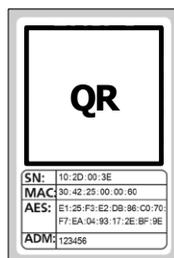

Fig. 3
- 3 Você será solicitado a digitalizar o código QR fornecido para a fechadura motorizada com a câmera do smartphone. O código QR pode ser encontrado na etiqueta incluída na embalagem (fig. 3).